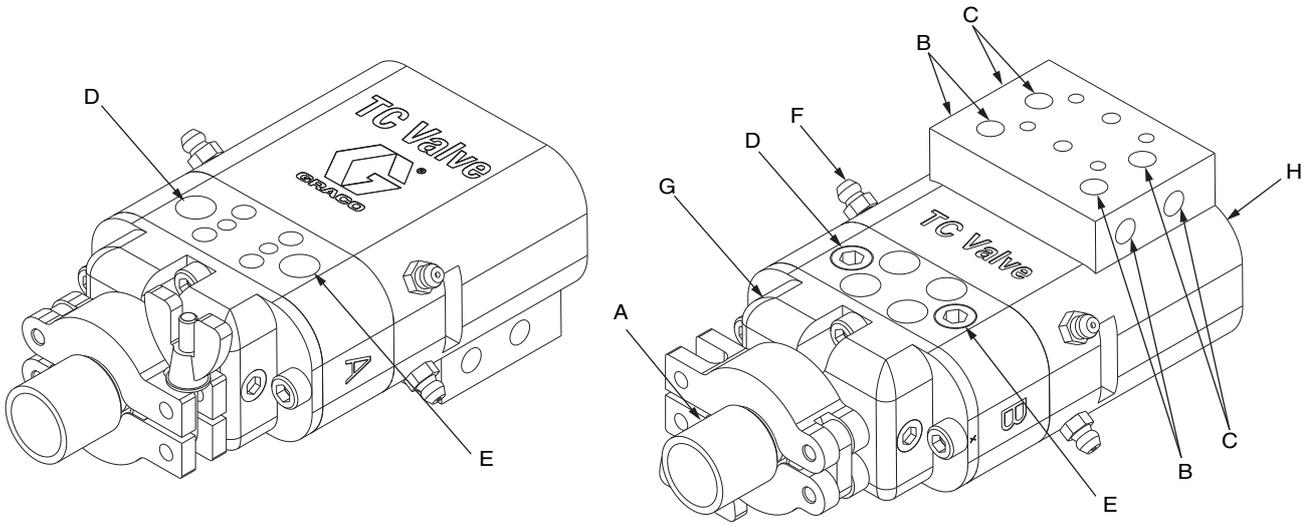

图 1
- b. 将空气管路连接到气开 (I) 和气闭 (O) 空气端口 (B 和 C)。参见图 1（第 6 页）。